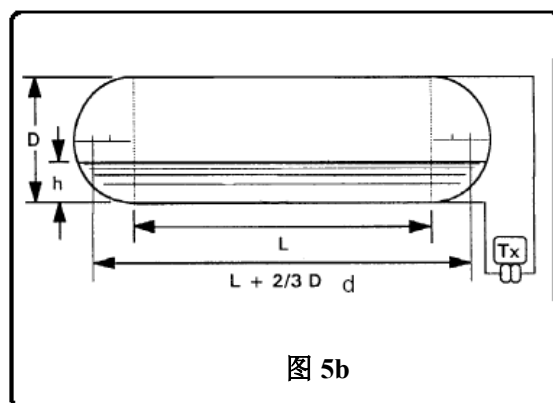

图 5b
b) 具有半球形末端的柱状容器（见图5b）。变送器测量整个容器高度。